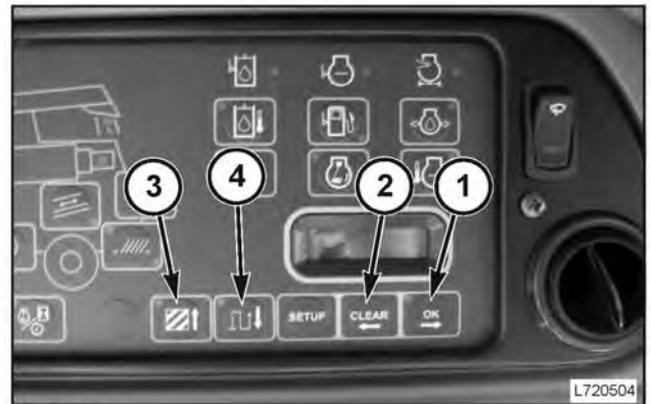

FIG. 47
FIG. 47: El interruptor de membrana con el icono OK (1), se utiliza para reconocer todos los cambios en los valores del menú y para los valores de alarma de la velocidad del eje. También funciona como una luz que indica “normal”. El testigo verde se ilumina solo cuando no hay ninguna alarma de cuidado presente. Este interruptor le permite al operador ir alternando entre todos los ítems del menú de preparación.